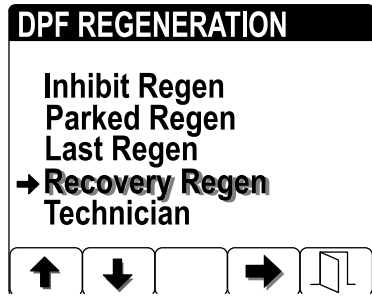

図 54
- 再生 DPF Regeneration メニューから、ボタン 1 と 2 を使ってスクロールして PARKED REGEN 駐車再生または RECOVERY REGEN リカバリ再生に入る 図 54。